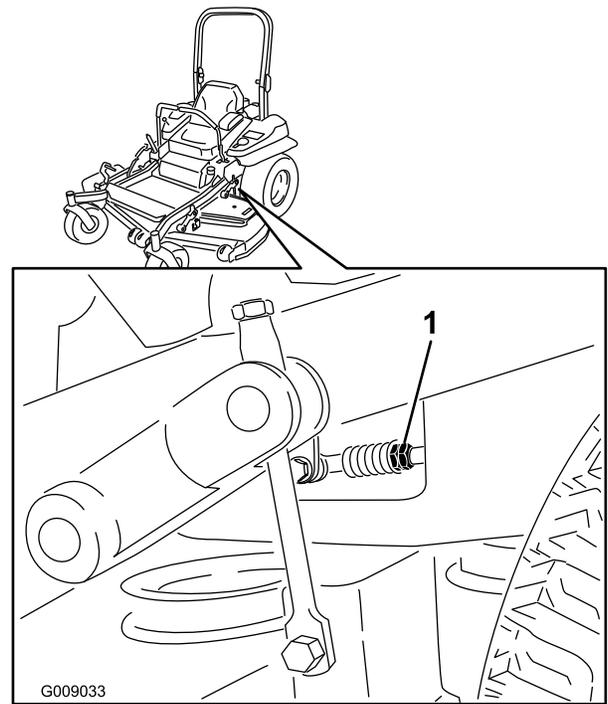

Figure 93
11. Réglez la longueur des tiges de pompes en tournant les doubles écrous dans le sens voulu jusqu'à ce que les roues tournent légèrement en marche arrière (Figure 93).